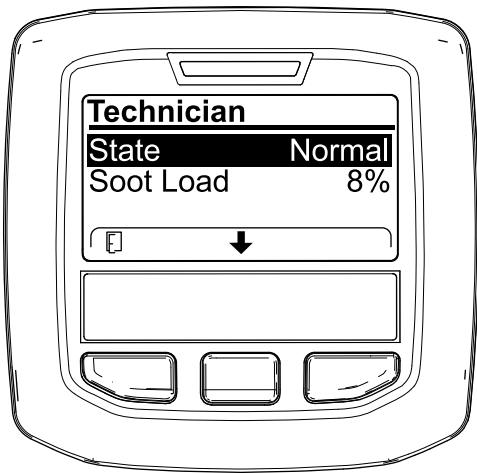

Figure 66
- Reportez-vous au tableau de fonctionnement du FAP pour comprendre l'état actuel de fonctionnement du FAP (Figure 66).